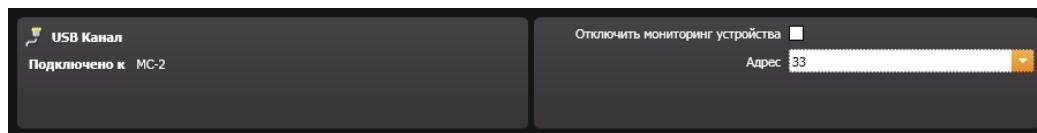

Рисунок 14.3.42 – Свойства устройства Канал
3) При выделенной в рабочей области строке устройства **Канал** поле свойств устройства отображает (Рисунок 14.3.42):